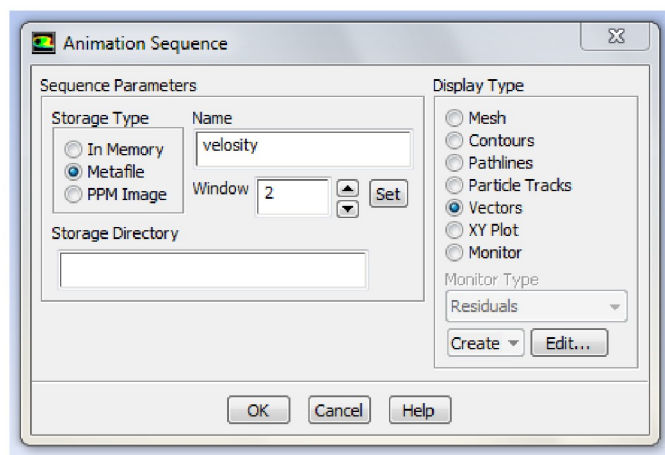

Рисунок 2.33 – Меню параметров анимации (*Animation Sequences*)
- В появившемся окне (рисунок 2.33) необходимо ввести 2 в число окон (*Window*) и нажать клавишу *Set*.